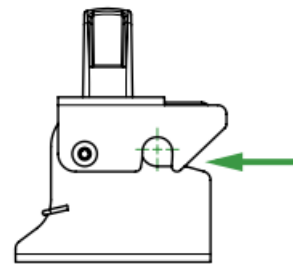

FIGURA 2
Para desembalar el dispositivo, coloque la caja sobre una superficie plana y estable y abra con cuidado el precinto. Retire el dispositivo del interior de la caja siguiendo el esquema que se muestra en la figura 2. Conserve el embalaje original para utilizarlo en caso de cualquier otro transporte y para su almacenamiento.
- Acerque la barra posterior de la silla hacia la abertura de anclaje del cierre que se encuentra en la parte frontal de éste (ver figura 2).